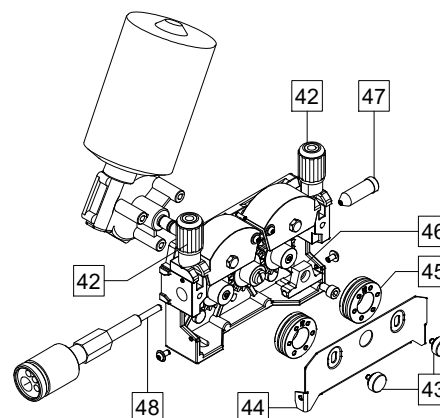

Figure 16.
- Visser un boulon à œil et appliquer la charge axialement selon un angle de 45° conformément à la Figure 16.